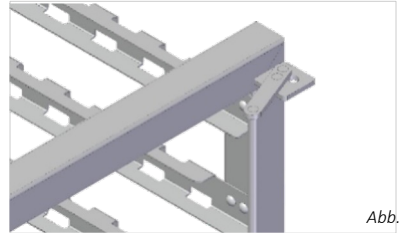

Abb. 4
- Bringen Sie die Sperren an den richtigen Stellen an und sichern Sie die Ebenen (*Abb. 4*).